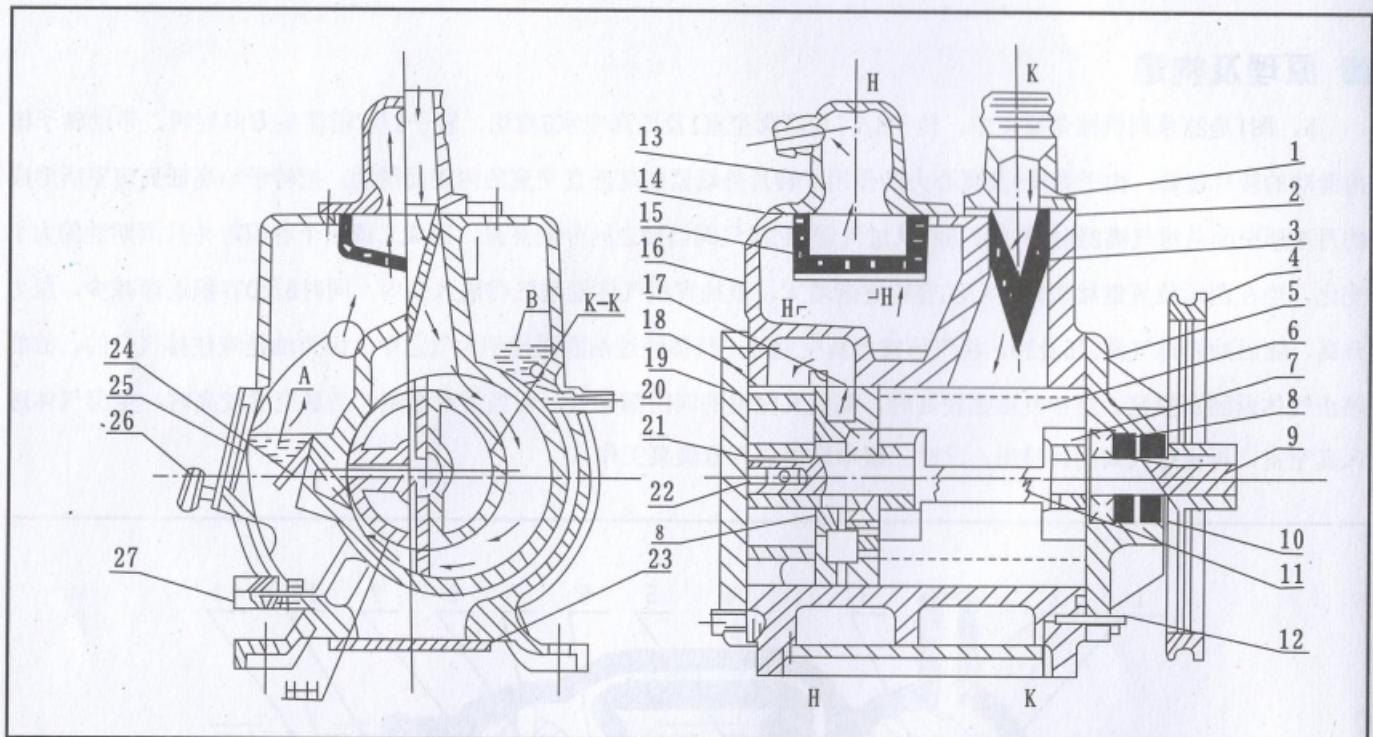
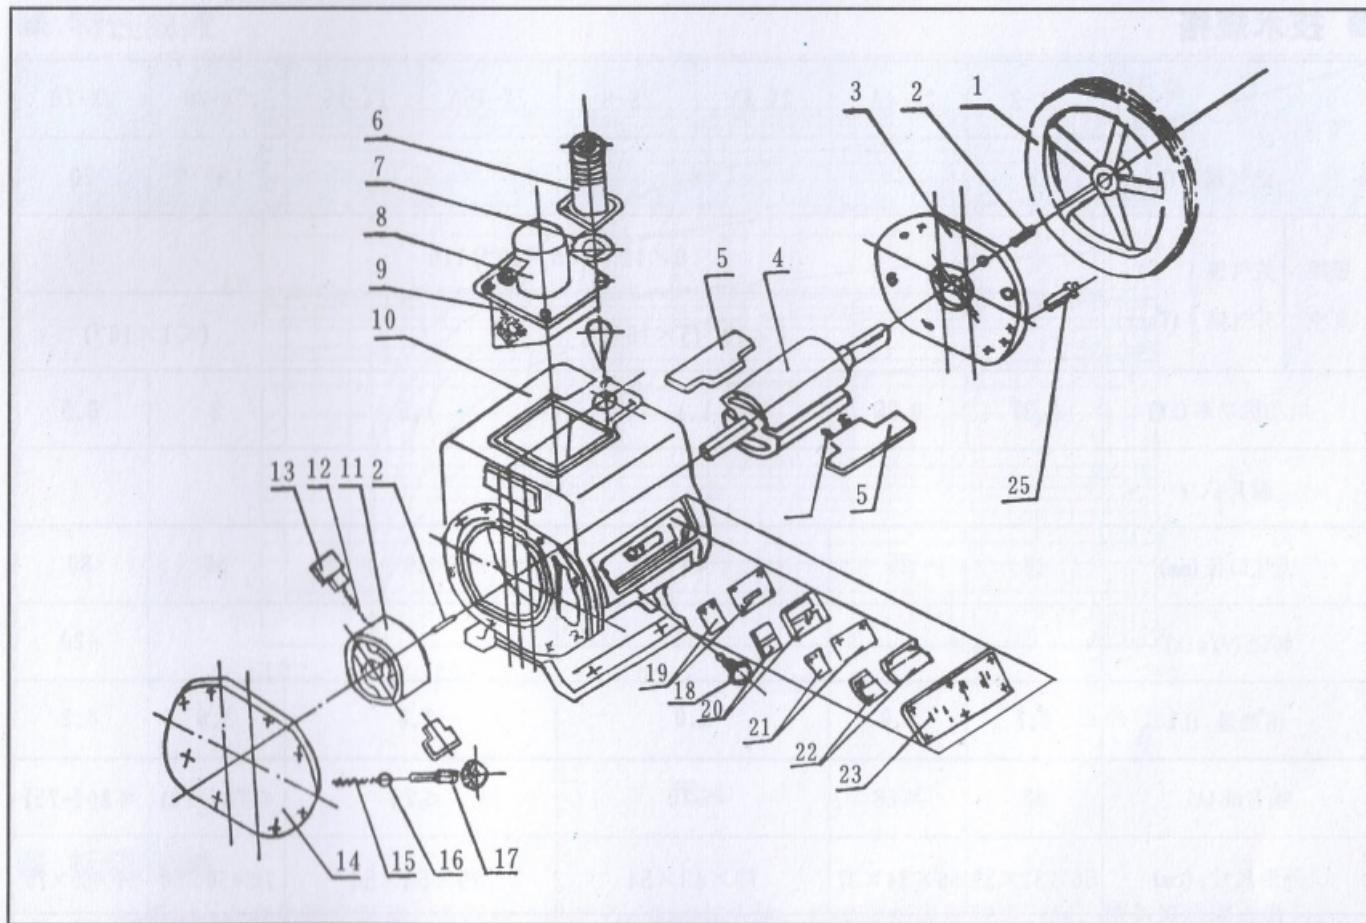

图2 附表
图3 附 表
泵由泵体、高转子、低转子、前端板、后端板、高转片、低转片、排气阀、排气罩、视镜等零部件组成。见图2、图3。
7、抽气过程：见图2，气体由进气嘴进入高真空室，起初是高压强，高低真空室都充满大气，两个排气门都打开排气。随着抽气的进行，气压下降(即真空度提高)，高真空室压力不足以推开排气门，气体经中隔板而进入低真空室，此时压力亦不足推开排气门，但低真空室进入有一定量油，帮助推开排气门，气体亦随之排出。排出的气体夹杂着的油粒，经挡油网过滤而使油分离，只有气体排出泵外，气体路径见图2。
5) 泵漏大气多是由于泵的端面油封不良所致，这时应打开排气盖，检查B处油池是否缺油，如无油应从加油孔处加油，使油池B处积满油(油池B见图2)。